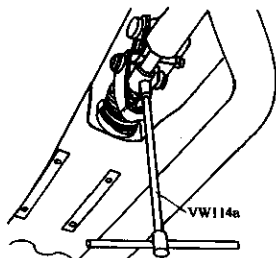

图 3-18 旋松内换挡杆螺栓
- 4) 旋松变速器操纵机构的内换挡杆螺栓,如图 3-18 所示。